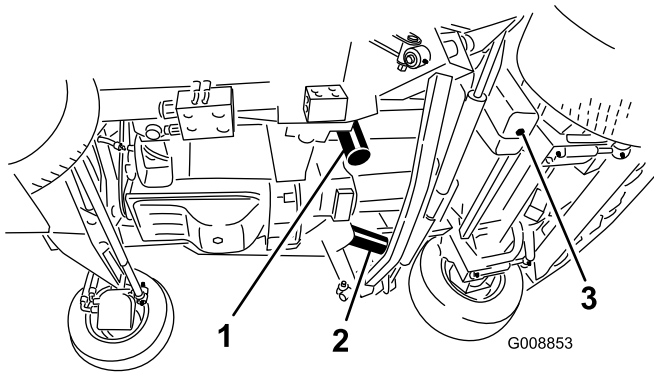

Figure 89
3. Retirez le bouchon de vidange (Figure 89) situé sur le côté du réservoir et laissez l'huile s'écouler dans le bac de vidange. Remettez le bouchon de vidange en place lorsque la vidange est terminée.
4. Nettoyez la surface autour des surfaces de montage des filtres. Placez un bac de vidange sous le filtre et enlevez le filtre (Figure 89).